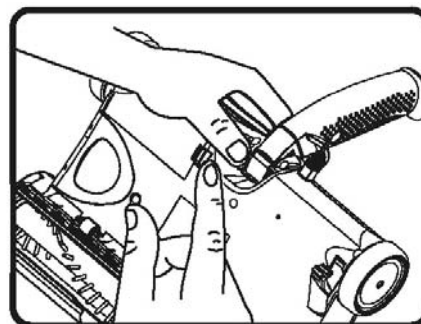

Fig. 17
2. Retournez l'appareil à l'envers. Prenez soin de ne pas mettre l'appareil en marche (Fig. 17).